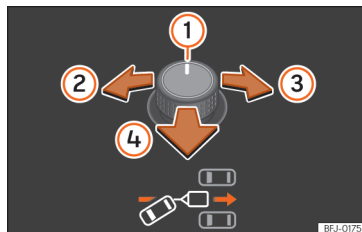
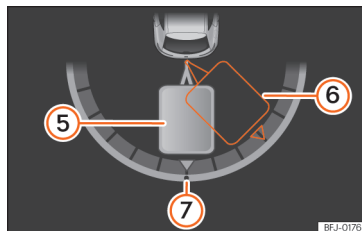

Abb. 172 Drehknopf für die Außenspiegel: Ausrichtung des Anhängers einstellen.
Abb. 173 Bildschirm des Kombi-Instruments: Rückwärtsfahren.
Legende zu »» (Abb. 172), »» (Abb. 173):
- Drehknopf kippen, bis die gewünschte Richtung erreicht ist »» (Abb. 172). Am Bildschirm des Kombi-Instruments erscheint zur Orientierung eine Darstellung des Gespanns in der aktuellen Position »» (Abb. 173).